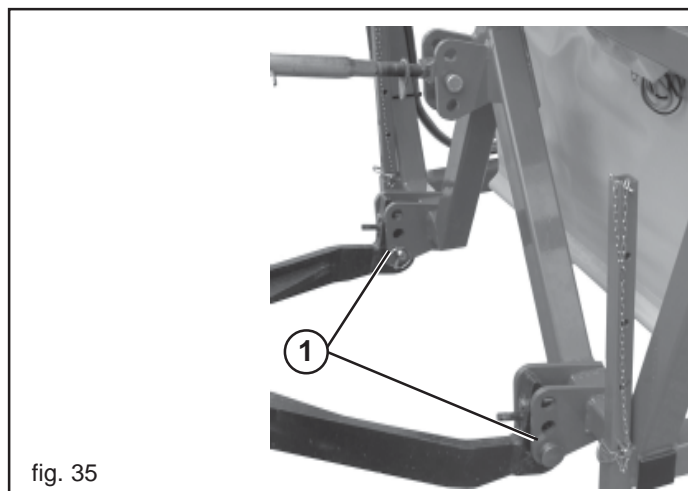

fig. 35
- 1) Prindeti barele elevatorului in bolturile prevazute (1, Fig. 35). Blocati cu clemele corespunzatoare.